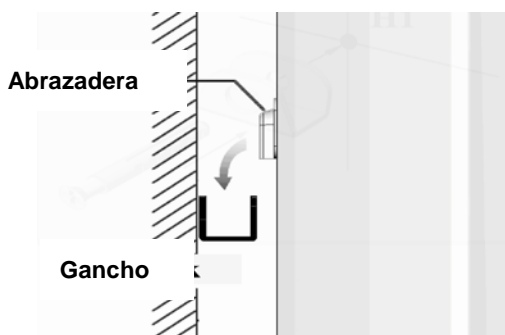

Figura 5
- Cuelgue el aparato en los ganchos (figura 5).